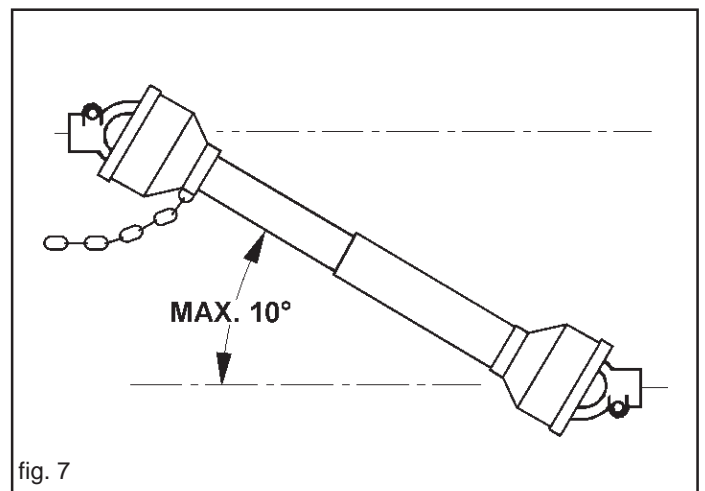

fig. 7
- 12) Disinserire, sempre, la presa di potenza quando l'albero cardanico supera un angolo di 10 gradi (Fig. 7) e quando non viene usata.